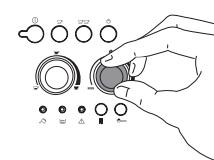

Figura 9
1. Gire el selector para regular el tipo de espresso/café (Figura 9) desde normal, a fuerte o extra fuerte.